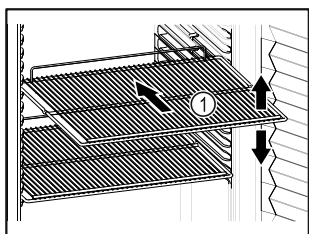

Fig. 84 Voorbeeld
- Indien de legroosters Fig. 84 (1) verplaatsbaar zijn, deze aan de hoogte aanpassen.